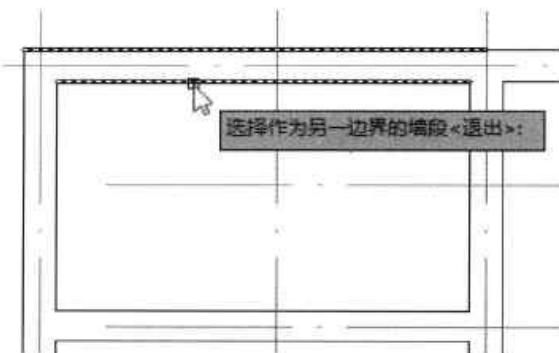

图16-55 选择另一段墙体
**Step 03** 参数设置完成后，在绘图区域中，选择延长至此的墙体段，如图 16-55 所示。